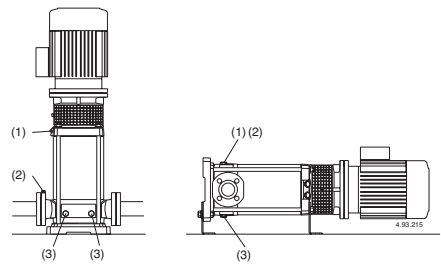

Abb. 4 (1) Auffüllung und Entlüftung:
Bei Installation der Pumpe über dem Wasserspiegel (Saugbetrieb, Abb. 3A) oder mit zur Öffnung des Rückschlagventils ungenügender Zulaufhöhe (weniger als 1 m) sind Saugleitung und Pumpe durch den Entlüftungsanschluß (1) zu füllen (Abb. 4) Zur Vereinfachung der Auffüllung wird ein Gummirohr (oder ein Rohrkrümmer) und ein Trichter verwendet.
(2) Entlüftung Saugleitung
(3) Entleerung
Wenn der Wasserspiegel auf der Saugseite oberhalb der Pumpe ist (Zulaufbetrieb, Abb. 3B) Absperrschieber in der Zulaufleitung langsam und vollständig öffnen um die Pumpe zu füllen. Dabei Schieber in der Druckleitung und die Entlüftungsöffnungen (1) (2) (Abb. 4) öffnen, damit die Luft entweichen kann.
7.3. Einschalten und Funktionskontrolle Entlüftungsöffnungen (1) (2) schließen (Abb. 4). Bei MXV-B, MXV(L) 25-32-40 und MXV(L)4 25-32-40, die Nadelsschraube (14.17) in der Entleerungs-Verschußschraube (14.12) (Abb. 4b) anziehen und die Entlüftungsbohrung (14.04) schließen. Die Pumpe mit geschlossenem Druckleitungs-Absperrschieber und mit vollständig geöffnetem Zulauf- bzw. Saugleitungs-Absperrschieber starten. Sofort danach langsam den Druckleitungs-Schieber öffnen und den Betriebspunkt innerhalb der auf dem Typenschild angegebenen Grenzwerte einstellen.
der Saugseite anzuziehen (**Abb. 4**).
Die Pumpe sollte wie im Fall von zeitweiser Förderung von verschmutzten Flüssigkeiten im Anschluß kurz mit sauberem Wasser durchgespült werden, um Ablagerungen zu beseitigen. Oder es ist nach der Entleerung eine Wäsche vorzunehmen, indem sauberes Wasser (wenigstens 40 Liter) in die Auffüllöffnung (1) Druckseite gegeben wird und aus der Entleerungsöffnung (3) Saugseite austritt (**Abb. 4**).
Vor der Demontage die Absperrorgane in der Zulauf- bzw. Saug- und der Druckleitung schließen und das Pumpengehäuse entleeren (Abb. 4).